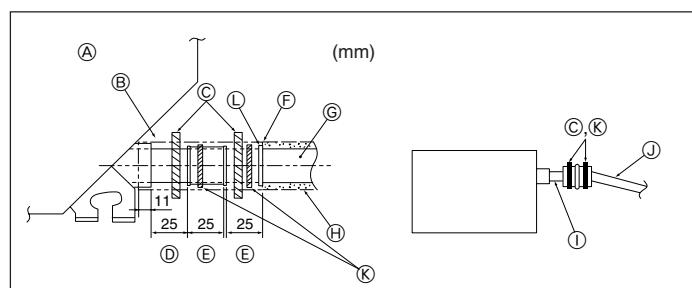

Fig. 3-5
- ⑨ Tubo PVC de 32 de diâmetro externo
- ⑩ Faça o mais largo possível
- ⑪ Unidade interior
- ⑫ Faça a dimensão da tubagem suficientemente grande para a tubagem agrupada
- ⑬ Inclinação descendente (1/100 ou mais)
- ⑭ Tubo PVC de 38 de diâmetro externo para tubagem agrupada. (isolação de 9 mm ou mais)
- ⑮ Até 85 cm
1. Ligue o bocal de drenagem (fornecido com a unidade) à porta de drenagem. (Fig. 3-5) (Fixe o tubo com adesivo PVC e depois ate-o com uma banda.)
- ⑯ Unidade
- ⑰ Material de isolamento
- ⑱ Banda (grande)
- ⑲ Porta de drenagem (transparente)
- ⑳ Margem de inserção